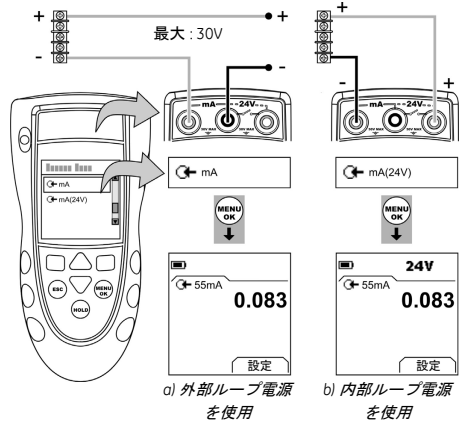

図 4 : 構成例 - mA 測定
1. 本計器を接続し(図 4)、必要に応じてセットアップ(表 1)を行います。